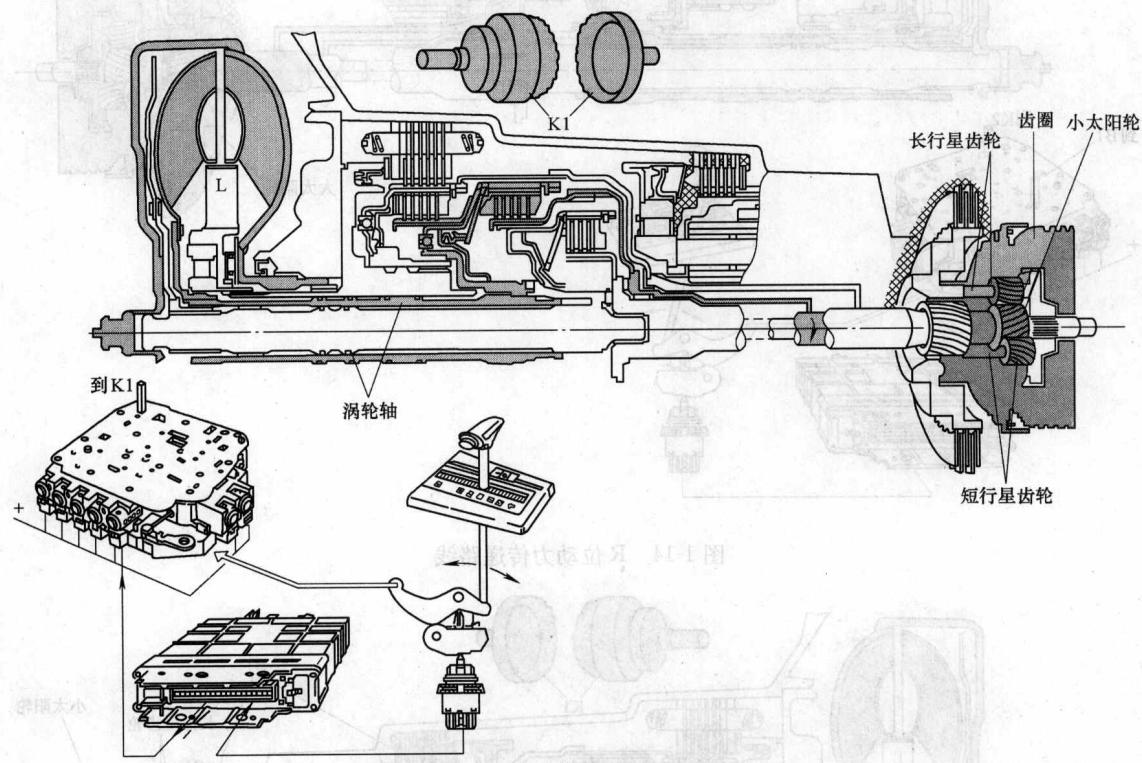

图1-16 D位1挡动力传递路线
(3) 01V型自动变速器D位1挡动力传递路线图如图1-16所示。